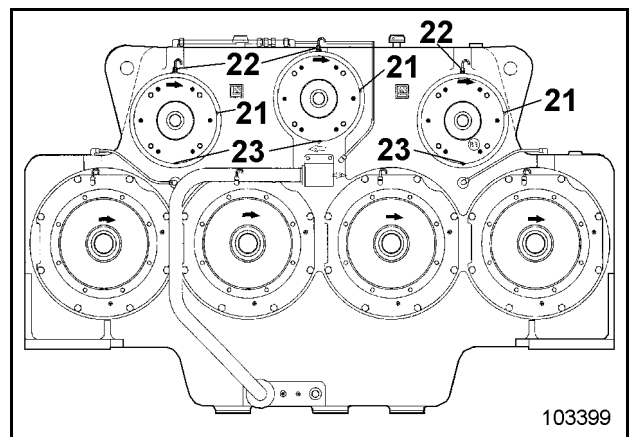

图 3-78:
- ☞ 在塞（图 3-78：中的 23）下方放置收集废油的适当容器。